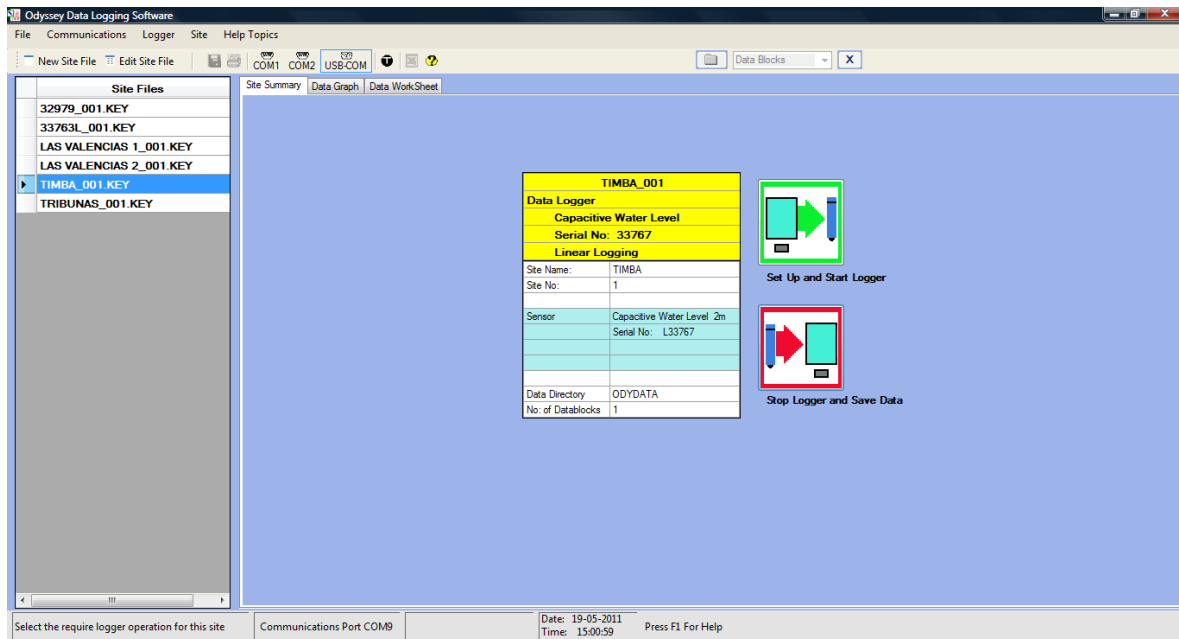

Figura 8. Ventana principal del programa Odyssey
5.4 Aparecerá una ventana como la siguiente. Ver figura 8. Su limnógrafo debe estar creado (ver INST-03) y deberá aparecer su identificación al lado izquierdo de esta ventana. Selecciónelo.